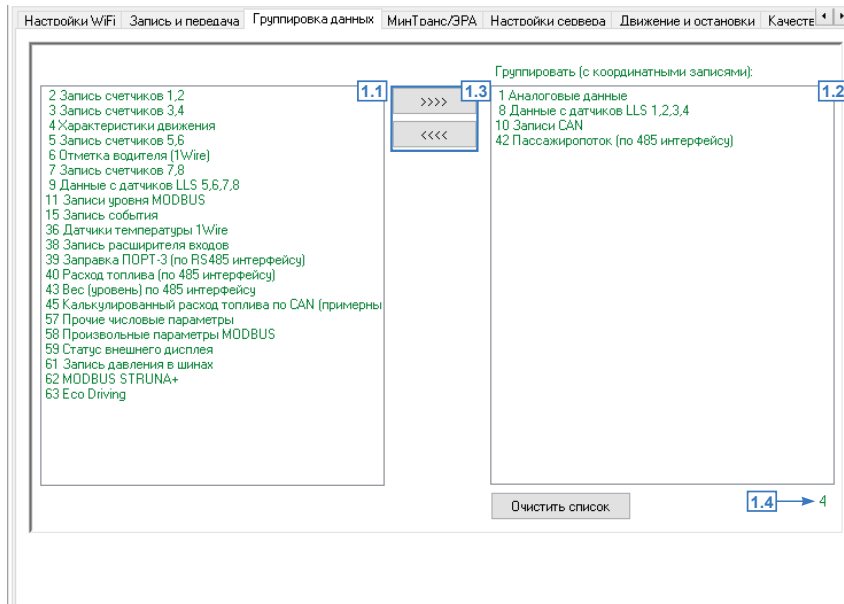

Рис.24. Группировка данных.
- выберите параметры в списке слева (**Рис.24, п.1.1**). Используйте комбинацию клавиш Ctrl+левый клик и Shift+левый клик для выделения нескольких параметров;
- переместите выбранные параметры в список «Группировать» (**Рис.24, п.1.2**), используя кнопку «>>>>» (**Рис.24, п.1.3**) или перетаскив при помощи левой кнопки мыши;
Для удаления параметра из группы выберите этот параметр и нажмите кнопку «<<<<» (Рис.24, п.1.3), параметры будут обратно перемещены в список выбора. Кнопка «Очистить список» позволяет удалить все параметры из группы. Количество параметров в группе отображается под списком группируемых параметров (Рис.24, п.1.4).